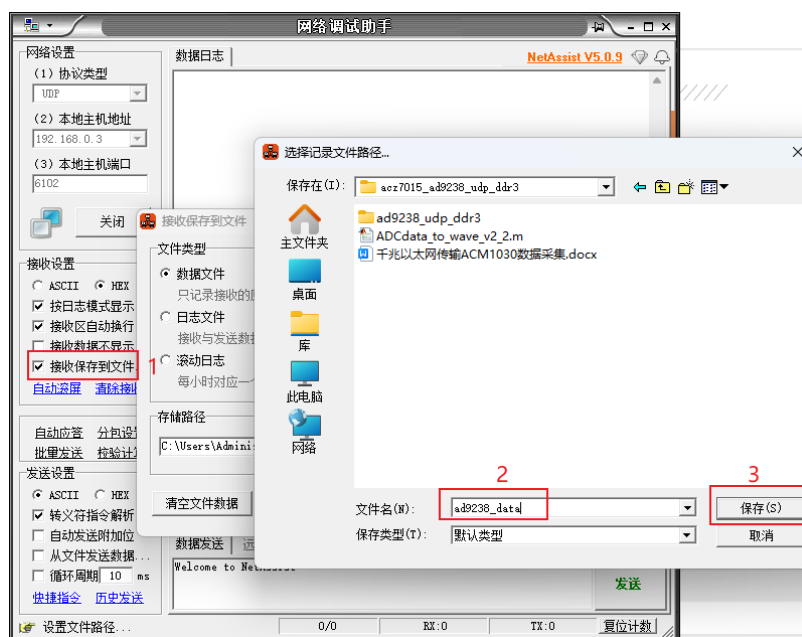

图 1-56 设置保存文件
6. 点击“接收保存到文件”这几个字，在弹出的界面中设置文件路径、文件名称，如下图 1-56 示。这样在数据接收完成之后会保存一个数据文件。方便后面进行分析。